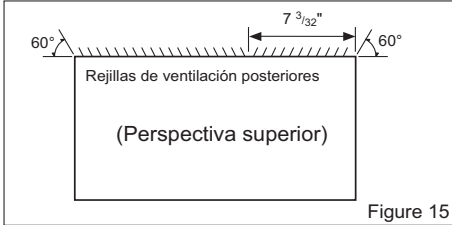

Figure 15
- 1 Redireccione las rejillas de ventilación en la parte posterior del soporte de pared a un ángulo de 60° según muestra la Figure 15. Recomendamos el uso de alicates.